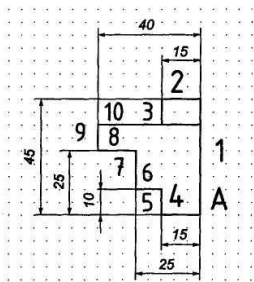

Рис. 37
11. Зафиксируйте с помощью ЛКМ первую точку отрезка на пересечении вспомогательных прямых (точка А рис.37) и начните построение отрезка длиной 45мм, отсчитывая 9 узлов сетки от точки А с помощью кнопки **вверх** на клавиатуре.
13. Повторяем пп.10-12 для других отрезков (см. рис.37). Стрелки – это соответствующие кнопки на клавиатуре.
14. Для завершения вида спереди необходимо построить вид сверху. Отступаем от точки А (рис.37) 8 узлов сетки вниз – это правая верхняя точка вида сверху (рис.38, точка Б).